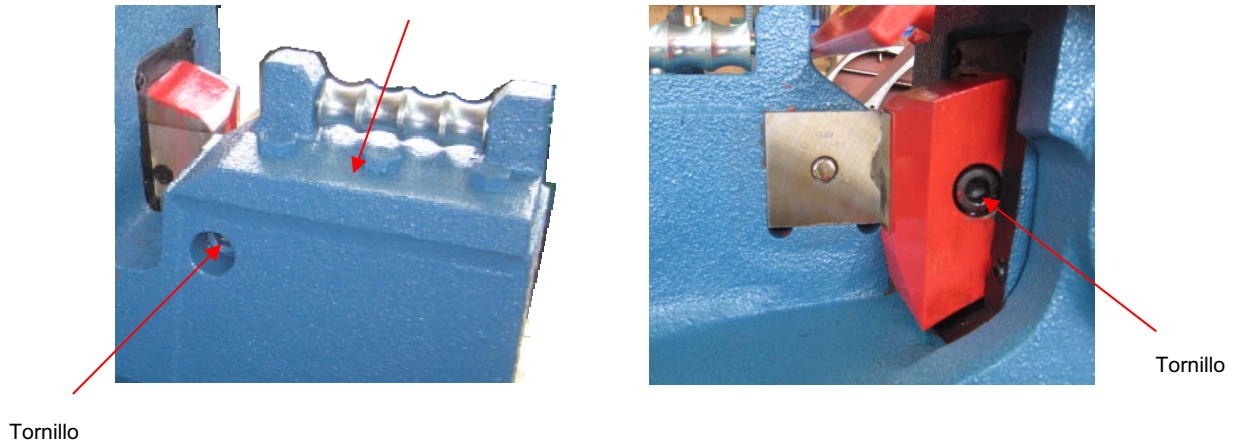

Fig. 7-3 Soporte de Roldanas y tornillo de la cuchilla
- Soltar el Soporte de las Roldanas si la Cuchilla que se va a cambiar es la fija (Ver Fig. 7-3).